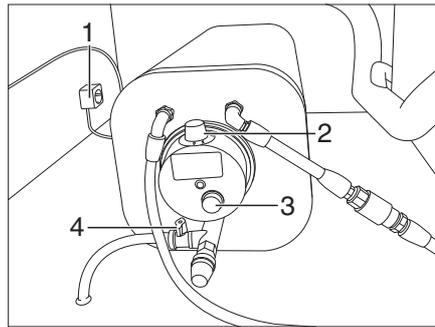

Bild 193 Boiler
- Rotes Entleerungsventil (Bild 193,4) schließen.
- Boiler an der 230-V-Steckdose (Bild 193,1) einstecken.
- Boiler einschalten (Bild 193,2).
Die rote Kontroll-Leuchte (Bild 193,3) am Boiler leuchtet.
- Thermostat (Bild 193,2) laut Herstellerangaben einstellen.
- Rotes Entleerungsventil (Bild 193,4) öffnen.